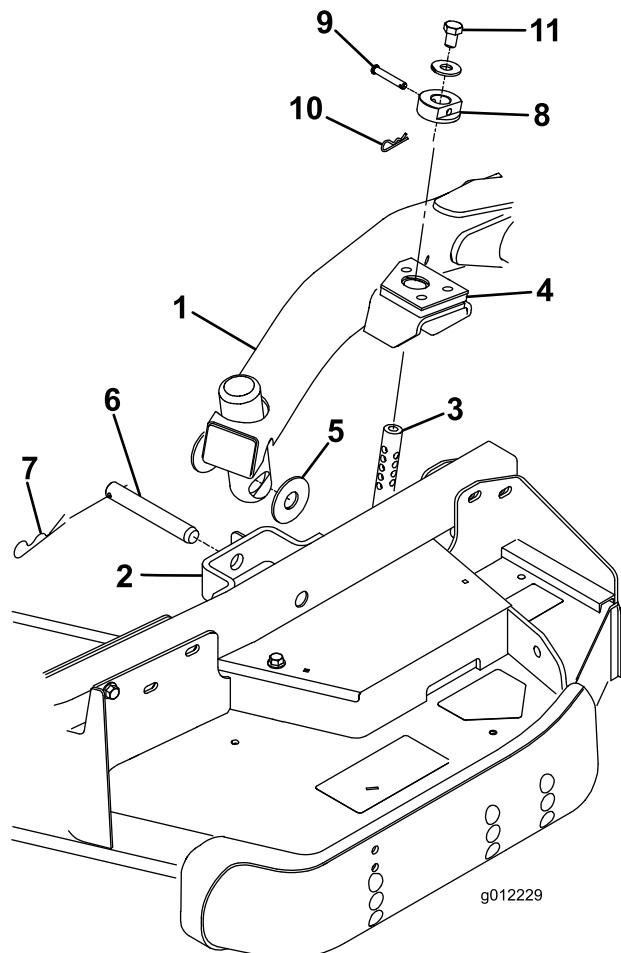

Bild 24
4. Stellen Sie den Hubhebel auf die SCHWEBEN-Stellung. Drücken Sie einen Hubarm nach unten, bis die Löcher im Hubarm mit den Löchern in der Laufradarmhalterung ausgefluchtet sind, und die Schnitthöhenstange in die Hubarmpolster eingesetzt werden kann (Bild 24).
5. Befestigen Sie den Hubarm mit zwei Druckscheiben, einem Lastösenbolzen und einem Splint am Laufradarm. Setzen Sie die Druckscheiben zwischen den Hubarm und die Halterung des Laufradarms (Bild 24) und setzen Sie das Ende des Splints in den Schlitz in der Nase des Laufradarms ein, um den Splint zu befestigen.
9. Befestigen Sie die Schnitthöhenstellringe an den Schnitthöhenstangen und befestigen sie mit den Lastösenbolzen und den Splints (Bild 24). Positionieren Sie den Kopf des Lastösenbolzens zur Vorderseite des Mähwerks.
10. Setzen Sie oben auf jeder Schnitthöhenstange eine Schraube ( $\frac{1}{2}'' \times \frac{3}{4}''$ ) und eine Scheibe ein (Bild 24).